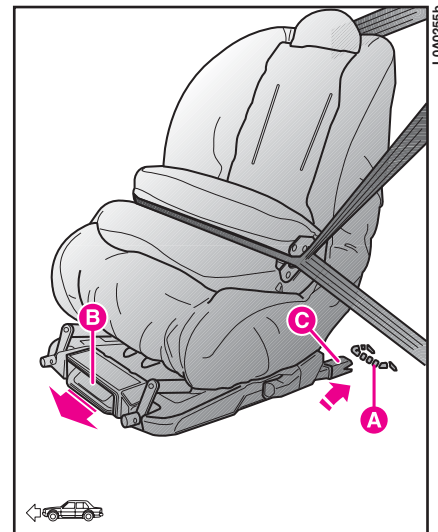

fig. 85
- s’assurer que le levier de décrochage **B (fig. 85)** soit en position de repos (rentré);
- identifier les agrafes de prédisposition **A (fig. 85)** et placer ensuite le siège enfant avec les dispositifs d'ancrage **C (fig. 85)** alignés aux agrafes;
Dans ce cas l'enfant est retenu aussi par les ceintures de la voiture (**fig. 85**).